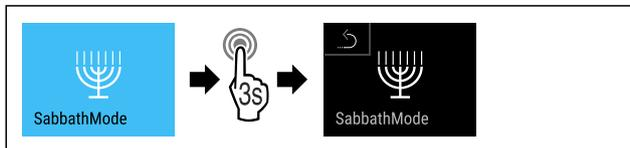

Fig. 11
- ▶ Выполните шаги действия (см. Fig. 11).